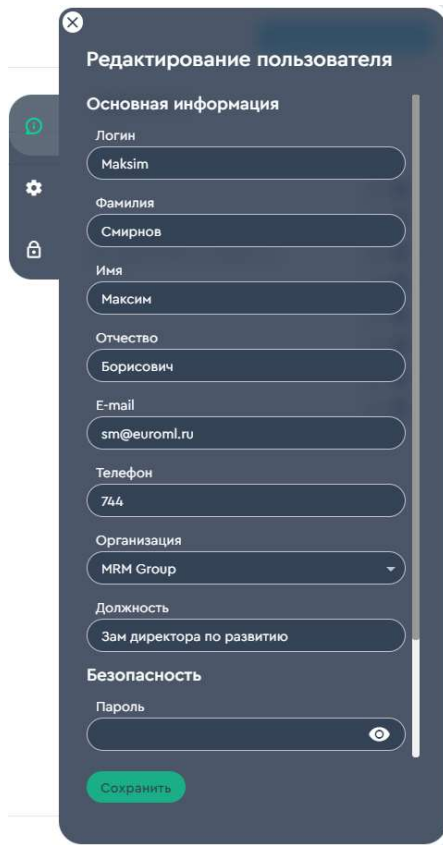

Рисунок 28 - Панель редактирования основной информации
- панель редактирования основной информации (Рисунок 28);